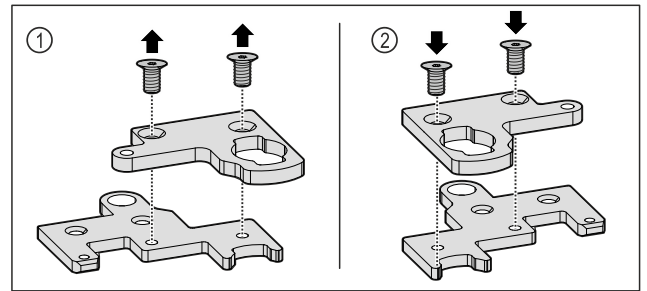

Fig. 35
- ▶ Tweedelige scharnierbeugel uit elkaar halen. Fig. 35 (1)
- ▶ Tweedelige scharnierbeugel 180° gedraaid weer samenvoegen. Fig. 35 (2)